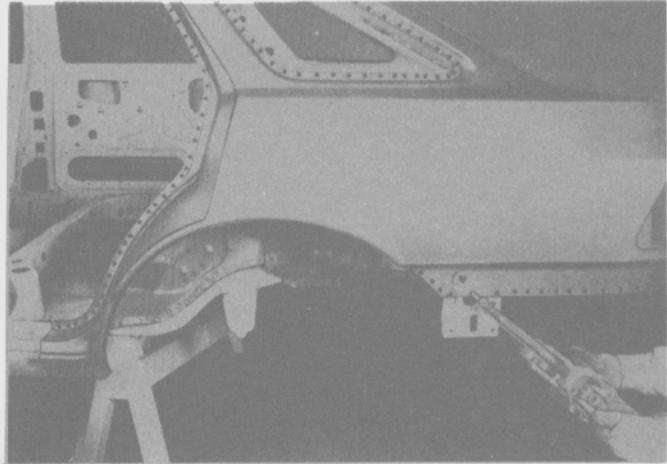

Fig. 212
- Soldar por puntos el nuevo panel al panel lateral inferior (en la zona de corte de la puerta), el zócalo, el panel de piso y la ventanilla (Fig. 212).